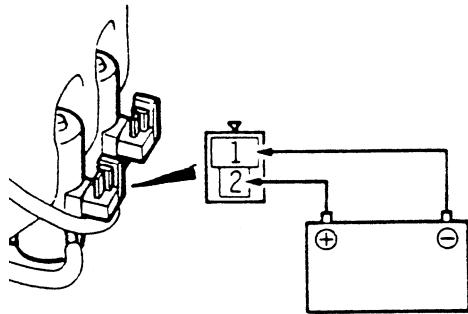

图 12-64 检查喷水器电机
(3) 检查喷水器电机。雨刷电机喷水器电机装于雨刷水箱上并将水箱注满水。如图 12-64 所示，当电源接至(1)及(2)端子上时，检查水喷出的强度。